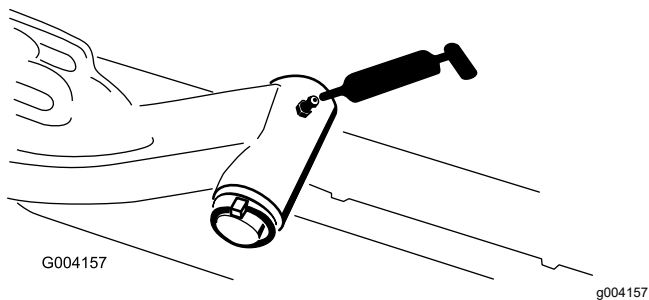

Figura 76
- Eje pivotante del brazo de elevación (1 en cada) (Figura 76)